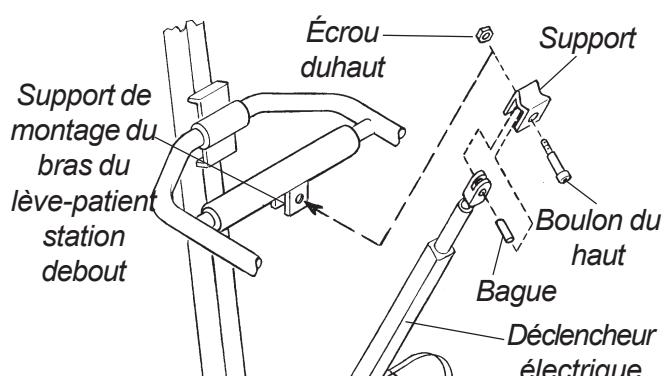

FIGURE 2 - FIXER LE DÉCLENCHEUR ÉLECTRIQUE SUR LE MÂT
### FIXER LE DÉCLENCHEUR ÉLECTRIQUE SUR LE MÂT (FIGURE 2)
2. Placer le déclencheur électrique dans le support de montage du bras du lève-patient station debout tel qu'illustré à la **FIGURE 2**.